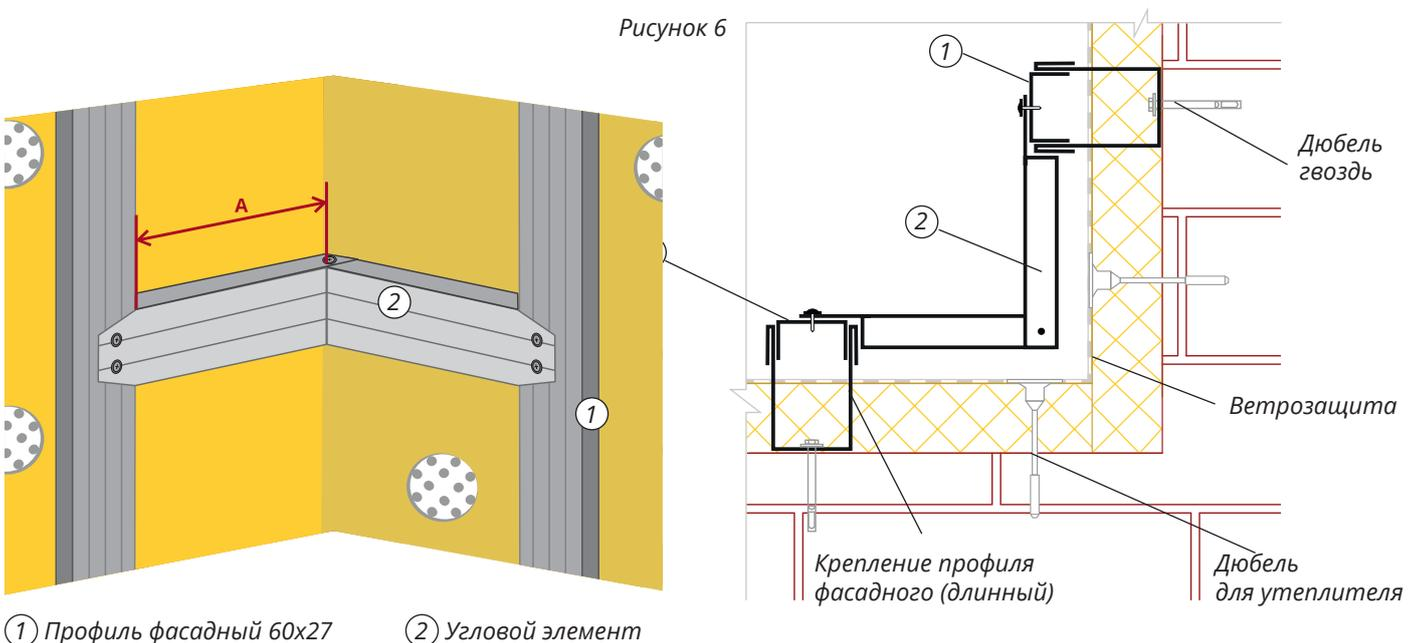

Рисунок 6
4. Закрепите саморезами угловые элементы к крайним профилям, контролируя их положение уровнем. Используйте 2–3 самореза на каждую точку крепления (Рисунок 6).